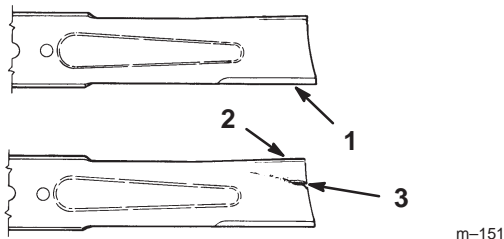

Figure 32
1. Inspectez les tranchants des lames (Fig. 32). Si elles ne sont pas tranchantes ou si elles présentent des indentations, déposez et aiguiser les lames (voir Aiguisage des lames, page 32).
2. Inspectez les lames, surtout la partie incurvée (Fig. 32). Remplacez immédiatement toute lame endommagée, usée ou qui présente une entaille (repère 3 de la Fig. 32).